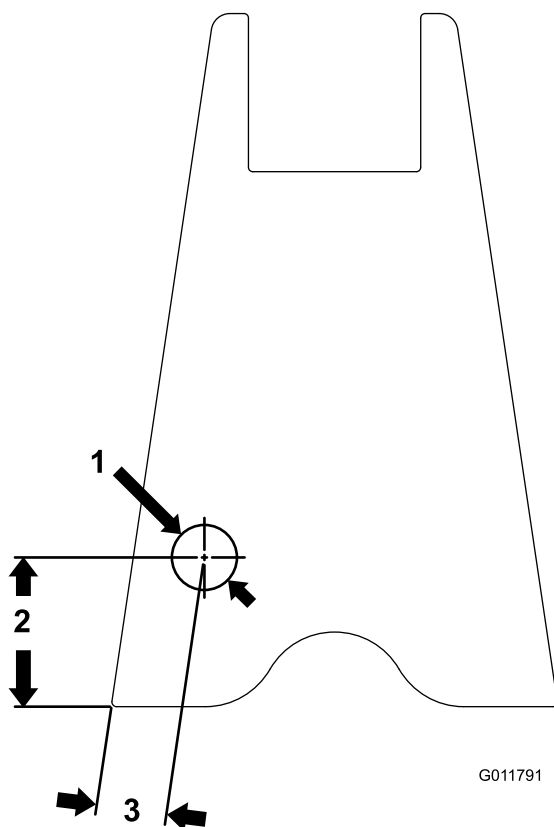

Figura 14
19. Servendovi delle quote riportate in Figura 14, individuate la posizione corrispondente davanti alla staffa orientabile destra, contrassegnatela e praticate nella medesima un foro con diametro di 2,2 cm.